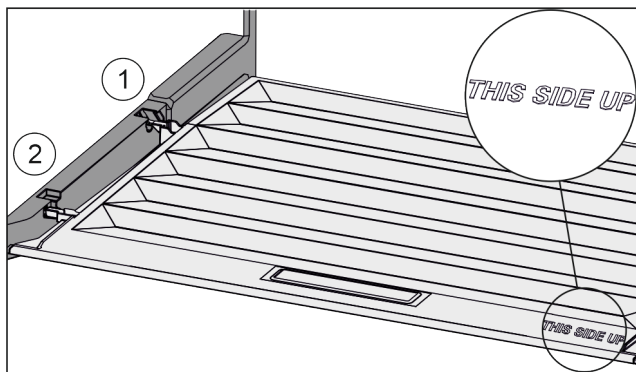

Fig. 123
- ▶ 从后部固定支架 Fig. 123 (1)开口导入桥形接片并卡入固定支架 Fig. 123 (2)的前端。